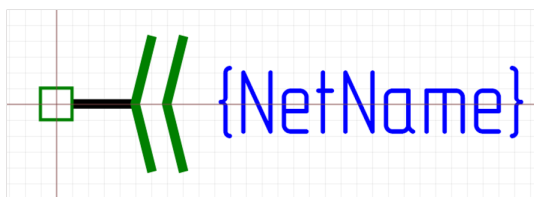

Рис. 59 Внутрилистовой порт соединитель
- Внутрилистовой - для обозначения разрывов линий электрической связи в рамках одного листа, см. Рис. 59.